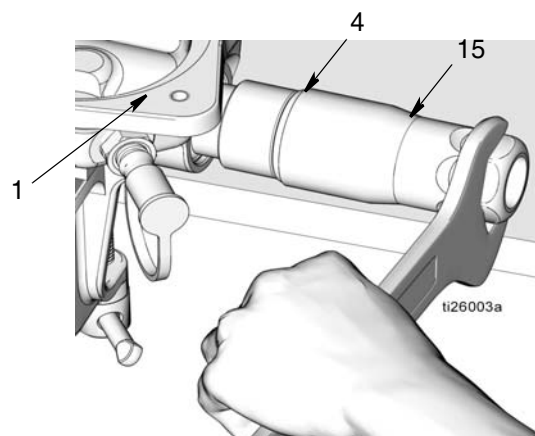

FIG. 22
- e. Mettre les joints toriques (7, 41) et l'écrou (5) au rebut en respectant les réglementations concernées.
16. Déposer le clapet anti-retour de sortie (15) de la base de la pompe (1) (FIG. 22). Enlever le joint torique (4) du clapet anti-retour. Mettre le joint au rebut en respectant toutes les réglementations concernées.